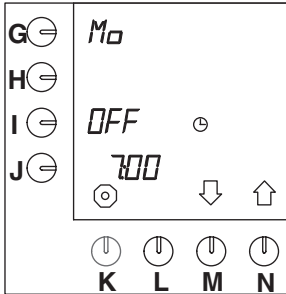

Fig. 32 Préchauffage du container
- Sur l'écran de contrôle, "0" s'affiche à côté de la touche de programmation (I.) (fig.32 ).